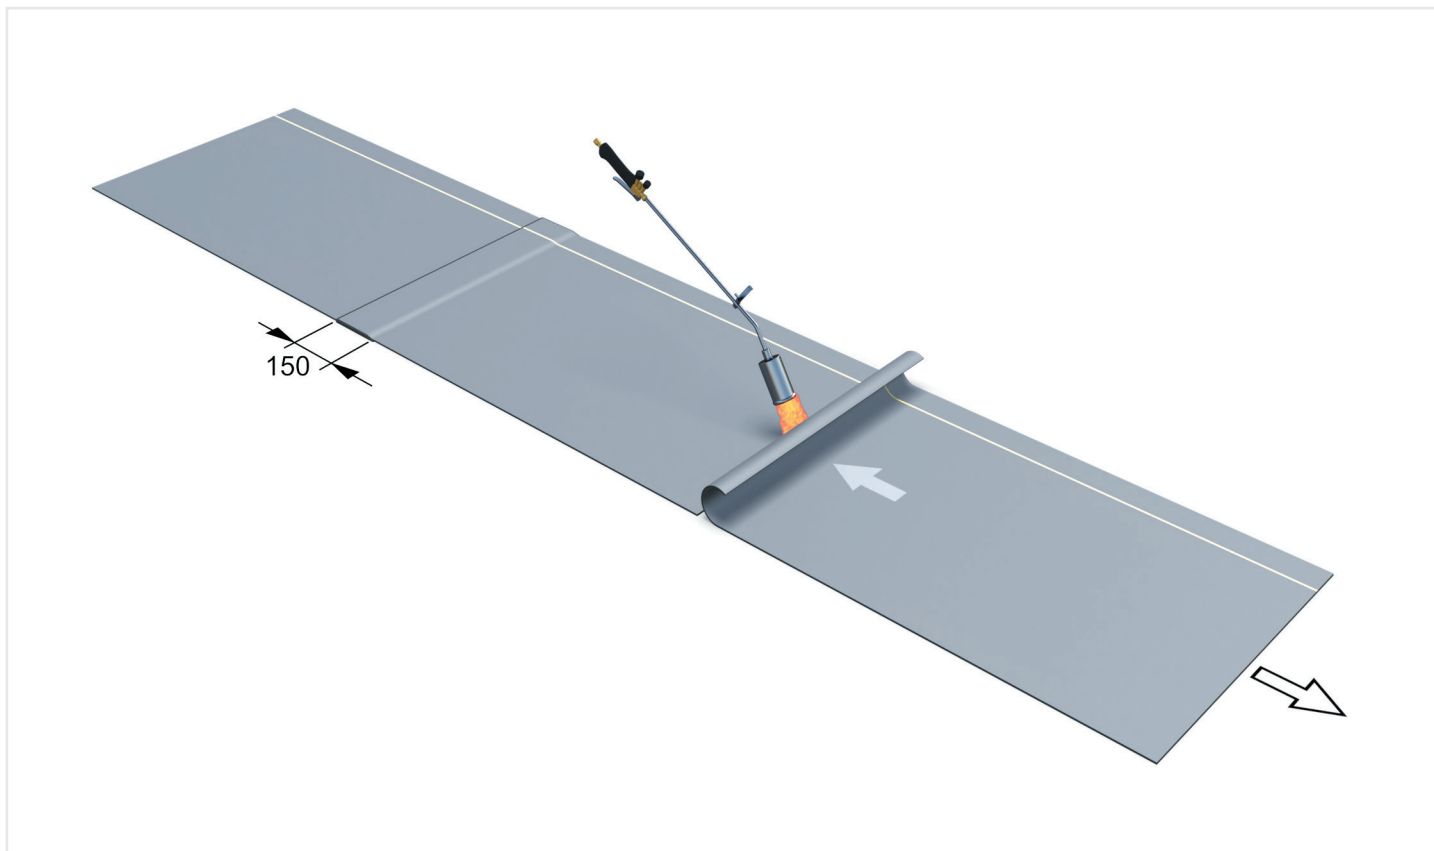

Рисунок 45 – Сварка торцевых швов полотен
5.7.4.5 Выполняется сварка торцевых швов с помощью газовой горелки (Рисунок 45). Рекомендуется использовать прикаточный ролик для обеспечения выплава в зоне шва. Для материалов УЛЬТРАДРАЙВ / УЛЬТРАНАП перед сваркой торцевых швов с кромки полотна удаляется часть антиадгезионной пленки, попадающей в зону сварки